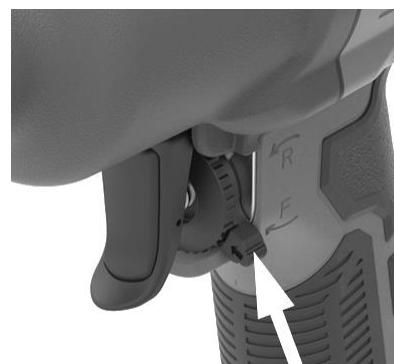

Fig. 2: Ajuste de la Dirección de Rotación
- Para apretar pernos, presione el interruptor (ver Fig. 2) ubicado detrás del gatillo hacia la posición F para rotación hacia la derecha.
- Para aflojar pernos, presione el interruptor hacia la posición R. El dispositivo cambiará a rotación hacia la izquierda (sentido contrario a las agujas del reloj, Fig. 2).